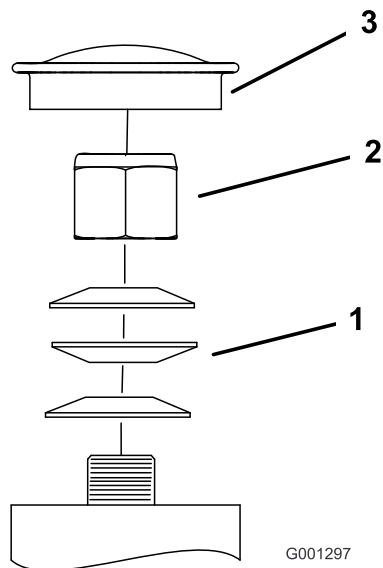

Figura 64
3. Retire el tapón guardapolvo de la rueda giratoria y apriete la contratuerca (Figura 64).
4. Apriete la contratuerca hasta que las arandelas de muelle estén planas, luego afloje 1/4 de vuelta para establecer la pre-carga correcta de los cojinetes (Figura 64).
Importante: Asegúrese de que las arandelas de muelle estén correctamente instaladas, según se muestra en Figura 64.
5. Coloque el tapón guardapolvo (Figura 64).